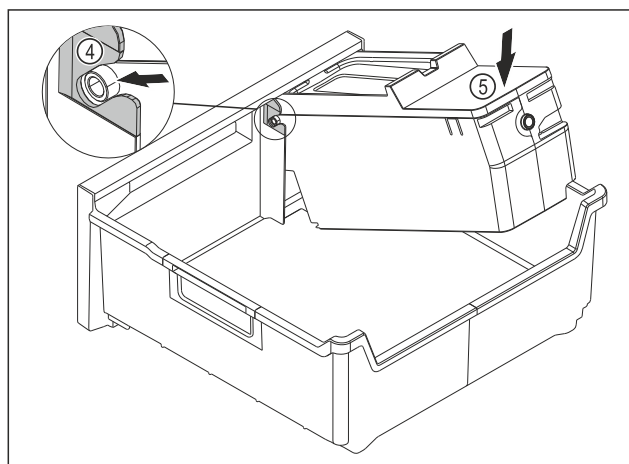

Fig. 135
- ▶ Monter le corps de l'EasyTwist-Ice : Insérer les axes du corps de l'EasyTwist-Ice dans les guides Fig. 135 (4).
- ▶ Appuyer l'arrière du corps de l'EasyTwist-Ice Fig. 135 (5) vers le bas.